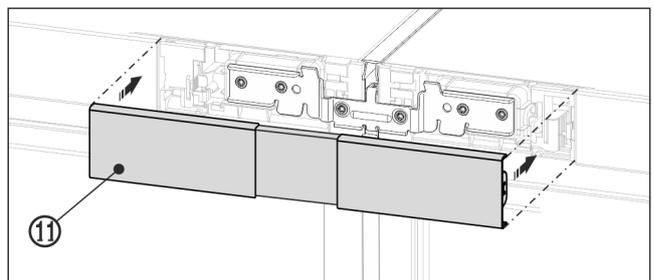

Fig. 27 例图
- ▶ 将上盖板 Fig. 27 (11) 卡紧在两块操作板中间空位处。注意，盖板外侧必须与操作板平整连接。